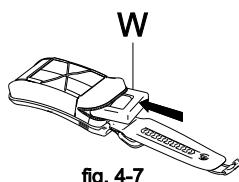

fig. 4-7
1. Insérez le poids (W) dans la poche de lest ouverte. (fig. 4-7) Voir les caractéristiques du modèle pour connaître le poids maximal acceptable.